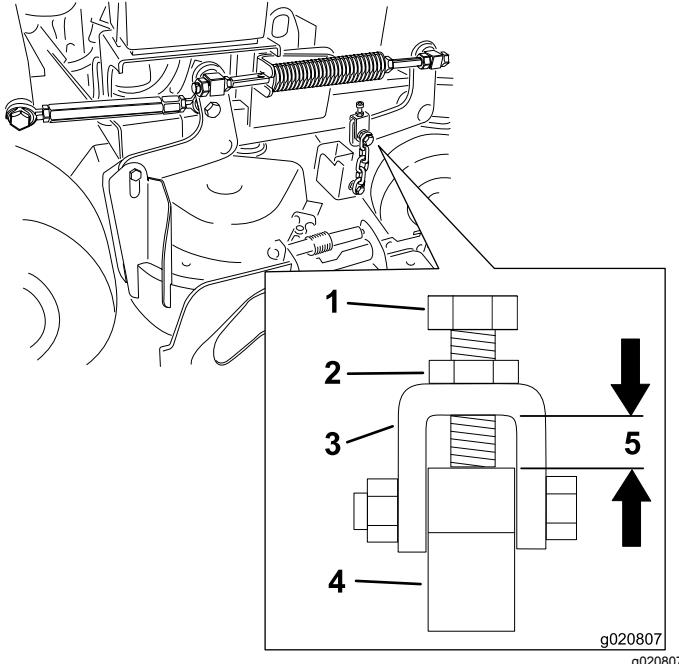

Figura 81
**Nota:** Esta distancia debe ser de 11 mm (7/16"), según se muestra en Figura 81.
7. Afloje la contratuerca y ajuste el perno de ajuste para obtener la distancia correcta, según se muestra en Figura 81.